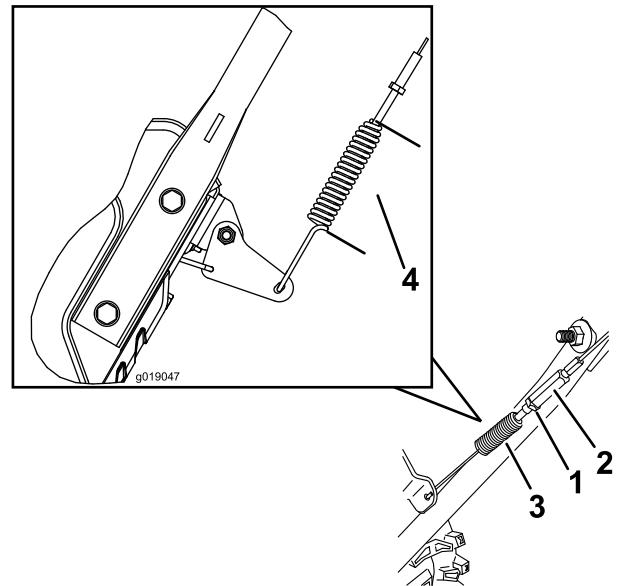

Figure 38
3. Desserrez ou serrez le tendeur pour régler la longueur du ressort à 7 cm (2,75 po) (Figure 38).
4. Serrez le contre-écrou (Figure 38) en vérifiant que le câble est légèrement tendu.